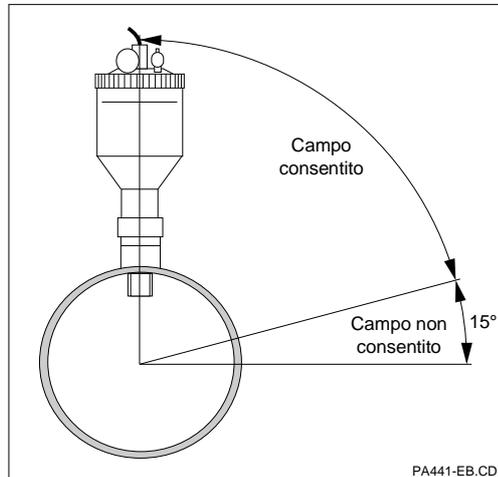

Fig. 3.3 Posizione di montaggio permessa per CPA 441
- Il campo permesso delle posizioni di montaggio comprende inclinazioni dell'asse centrale del portasensore che non deve scendere al di sotto di 15° dall'orizzontale (vds. Fig. 3.3). Assicurarsi che l'elettrodo entri in contatto con il prodotto che deve essere misurato. Con montaggio inclinato, bisogna considerare un volume di elettrolita minore (vds. cap. 3.5).